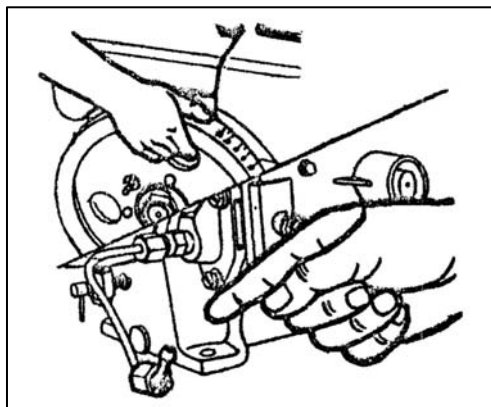

Рис. 10
- (1) Аккуратно поворачивайте маховик в рабочем направлении вращения до тех пор, пока топливо не начнет вытекать из открытого конца топливной магистрали; проверьте, совпадает ли метка на бачке с меткой на краю маховика в пределах 20~24° от верхней мертвой точки. В случае несовпадения требуется регулировка (Рис. 10).